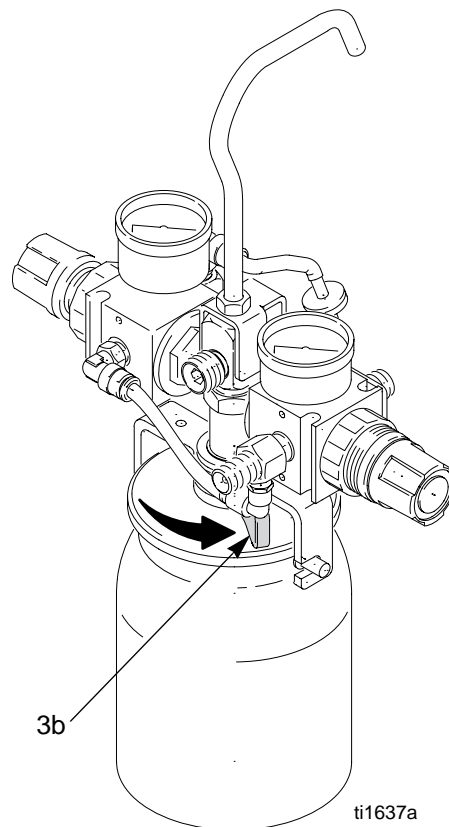

Fig. 2: Coppa pressione da 1 l
2. Spingere la leva del morsetto (3b) nella posizione di sblocco, contro il pattino. Vedere Fig. 2.